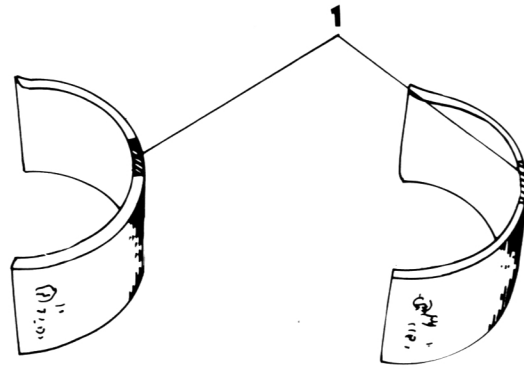

Bild 101
- Anhand der Pleuellager- und Pleuellagerkennungen die Farbkennung aus untenstehender Tabelle der Austauschagerschalen (Bild 101) ermitteln.
Anhand der Pleuellager- und Pleuellagerkennungen die Farbkennung (ähnlich wie in Bild 101) der Austauschagerschalen (siehe nachstehende Tabelle) ermitteln.